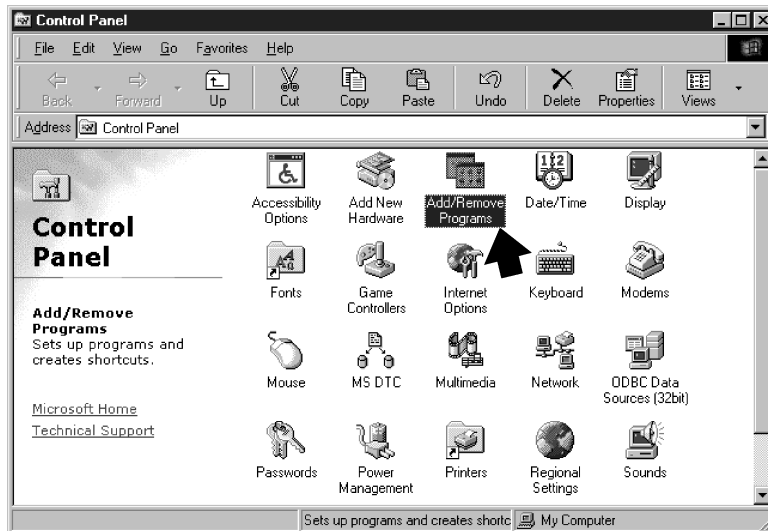

Fig. 66
3. In the Control Panel dialog box, double-click **Add/Remove Programs**. (Fig. 66)
3. Dans la fenêtre du Panneau de configuration, double-cliquer sur **Add/Remove Programs** (Fig. 66).
3. Im Dialogfeld "Systemsteuerung" doppelklicken Sie auf **Add/Remove Programs**. (Abb. 66)
3. En el cuadro de diálogo del panel de control, haga doble clic en **Add/Remove Programs**. (Fig. 66)